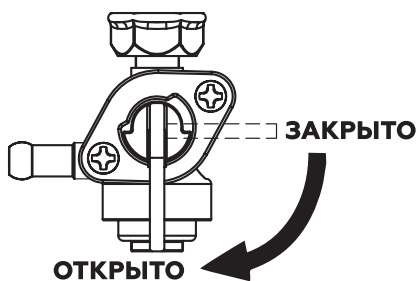

Рис. 12. Кран топливный
4. Откройте топливный кран переводом рычага в вертикальное положение (Рис. 12). Топливный кран находится в нижней части топливного бака со стороны ручного стартера и корпуса воздушного фильтра.
- Закройте топливный кран переводом рычага в горизонтальное положение (Рис. 12).